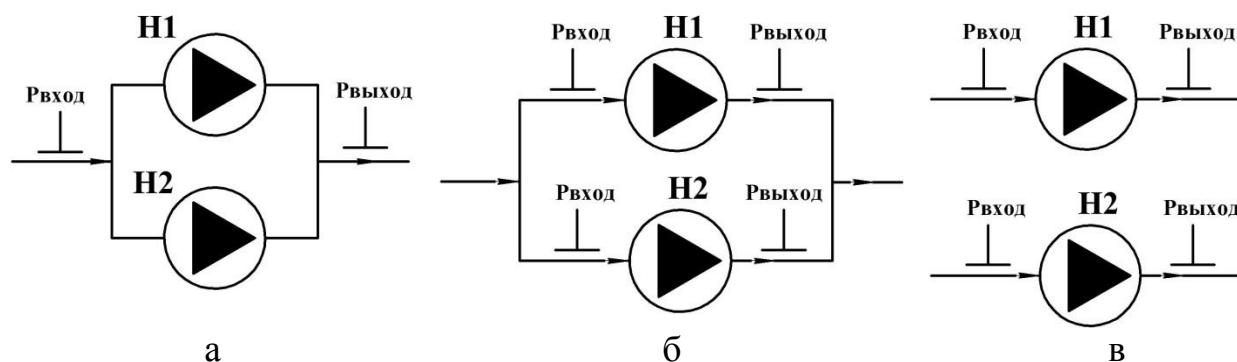

Рисунок 4 – Схема а - сдвоенного насоса, б – насосной группы, в – независимые насосы (раздельная схема управления)
2.2.2 Алгоритм управления насосами зависит от расположения насосов в контуре водоснабжения (Рисунок 4). Для взаимосвязанных насосов, работающих в едином контуре (Рисунок 4 а, б) используется алгоритм **СОВМЕСТНОЙ** схемы управления. Для независимо работающих насосов, расположенных в разных контурах (Рисунок 4 в) используется алгоритм **РАЗДЕЛЬНОЙ** схемы управления. Тип схемы управления указывается при настройке.